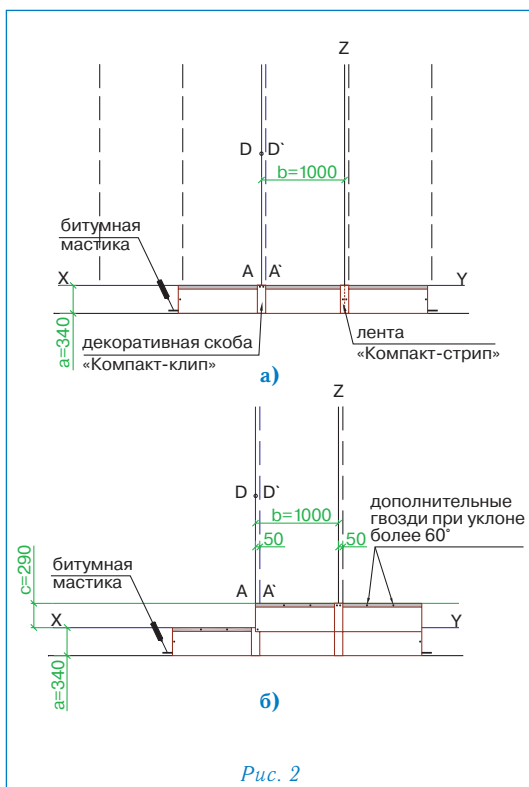

Рис. 2
Укладка материала (рис. 2)
- укладка черепицы начинается от линии AD, при этом ее верхний край выравнивается по линии XY (рис. 2а);
- листы первого ряда укладываются встык и фиксируются двумя гвоздями по центру коротких сторон на расстоянии 2 см от края (рис. 2а);
- правая сторона скобы «Компакт-клип» выравнивается по линии A'D' и фиксируется двумя гвоздями через специальные отверстия (рис. 2а);
- листы второго ряда черепицы укладываются от линии AD, их нижний край выравнивается по линии, параллельной XY; каждый лист фиксируется двумя гвоздями в 2,5 см от нижней стороны; стыки закрываются декоративными скобами «Компакт-клип», которые также фиксируются двумя гвоздями (рис. 2б);
Для крепления гибкой черепицы ПРЕСТИЖ НОВЫЙ РИМ используются гвозди из нержавеющей стали улучшенного прилегания (ершеные) с гладкими широкими шляпками. Каждый лист ПРЕСТИЖ НОВЫЙ РИМ закрепляется четырьмя гвоздями, в соответствии с рекомендациями, приведенными выше (рис. 2б).
При укладке материала на скатах с уклоном более 60° каждый лист дополнительно фиксируется двумя гвоздями в верхней части (рис. 2б).